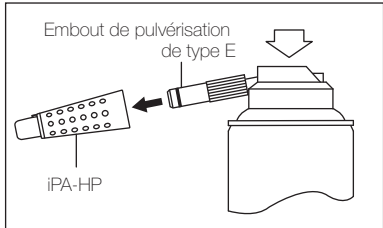

Fig. 7
- 3) Positionnez l'embout de pulvérisation sur l'embout de l'orifice de pulvérisation sur la bombe d'aérosol. (Fig. 7)
- 4) Insérez l'embout de pulvérisation à l'arrière de l'insert de pièce à main (iPA-HP). Tenez l'insert de pièce à main et pulvérisez 2-3 fois pendant environ 2-3 secondes à chaque fois. Vaporisez du lubrifiant jusqu'à ce qu'il en ressorte de la tête de l'insert de pièce à main pendant au moins 2 secondes. (Fig. 7)